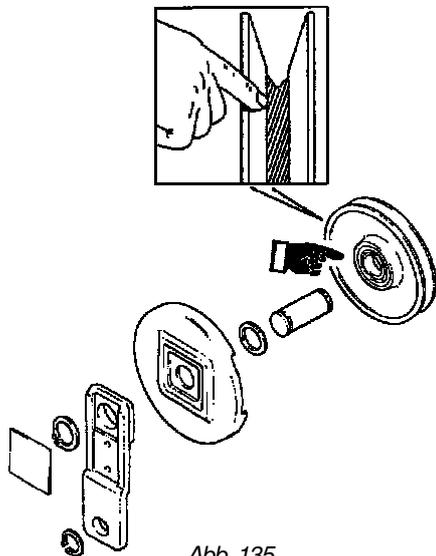

Abb. 135
**Vierteljährliche Überprüfung der Seilrollen** (Seilrollen der Hakenflasche und/oder Umlenkrollen) auf ihre Leistungsfähigkeit - (Abb. 135):